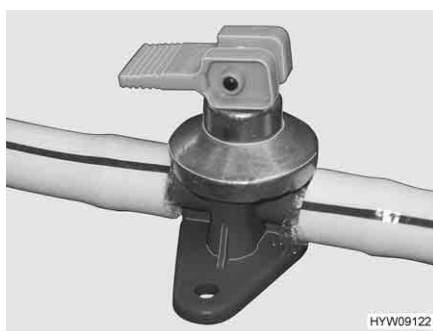
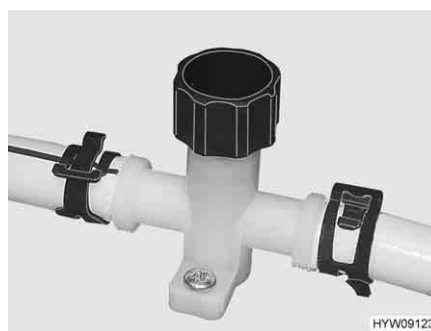

Fig. 79 Rubinetto di scarico con leva a bilancere
Fig. 80 Rubinetto di scarico con manopola
- Aprire tutti rubinetti di scarico (Fig. 79 e Fig. 80).